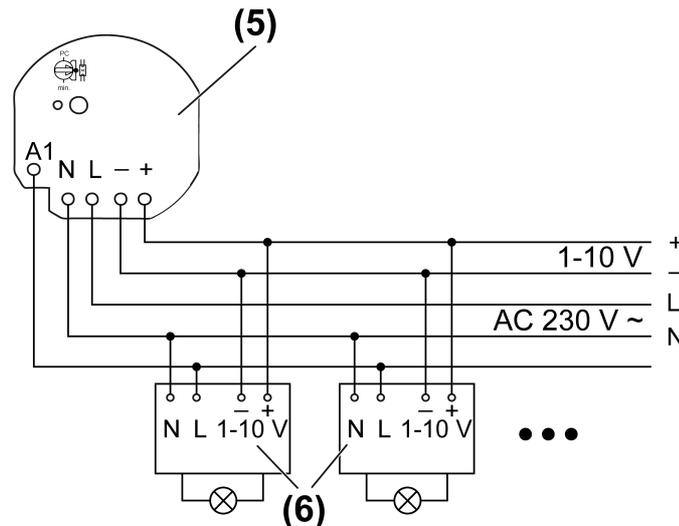

Figure 2: Exemple de raccordement
- Raccorder l'actionneur (5) et les appareils 1-10 V montés en série (6) selon l'exemple de raccordement (figure 2). Lors de cette opération, respecter les indications du fabricant des appareils montés en série.
- Monter l'actionneur dans le boîtier de sorte que la touche **Prog** (2) et la LED d'état (3) soient visibles.